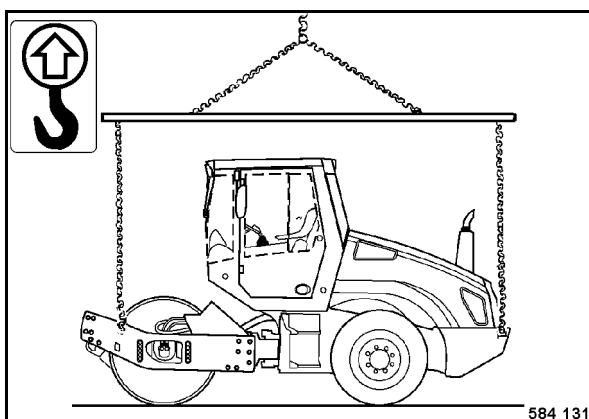

Fig. 142
- Para alzar hay que utilizar las cuatro armellas de elevación (Fig. 142) y un equipo de carga apropiado.